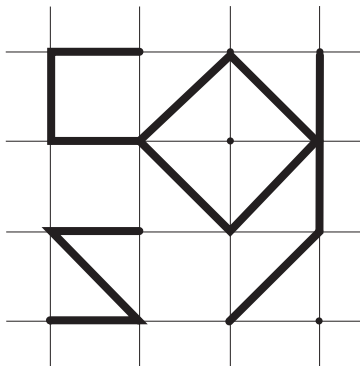

Figure 10
3. Dessiner une autre grille avec des carrés de 12,7 mm (1/2 po) au crayon légèrement. Pulvériser des points aussi petits que possibles et rejoindre les points avec des lignes de largeur égales. Voir Figure 10.